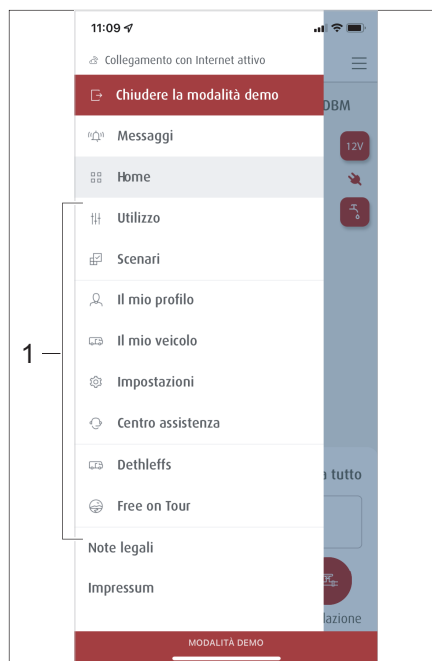

Fig. 301 Sottomenu
- Digitare, nell'area menu, il simbolo ☰. Vengono visualizzati i sottomenu (Fig. 301,1).
- Digitare nell'area menu *Scenari* (Fig. 301,1).
- Selezionare nei sottomenu (Fig. 301,1) il menu *Utilizzo*.
- Selezionare, nei sottomenu, (Fig. 301,1) il menu *Il mio veicolo*.